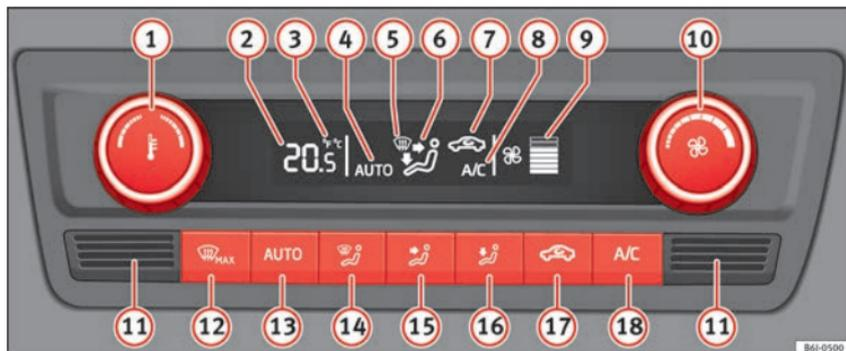

Fig. 171 Climatronic : éléments de commande.
- **A/C** **18** » » fig. 171 allumé.
Quand vous appuyez sur une touche, vous activez la fonction correspondante, allumant le climatiseur s'il était éteint, sauf avec la touche **17** » » fig. 171 (recyclage de l'air).
- Tournez la commande **10** vers la gauche jusqu'à l'extinction des segments de la colonne **9** » » fig. 171.
- Appuyez sur la touche **AUTO** **13** » » fig. 171.
Maintenez enfoncées simultanément pendant **2 secondes** les touches **AUTO** et **A/C** » » fig. 171. Les données apparaissent à l'écran dans les unités souhaitées.
- Le capteur de température intérieure **11** » » fig. 171 se trouve dans la partie inférieure. Ne le recouvrez pas d'adhésif ou autre, cela pourrait nuire au bon fonctionnement du Climatronic.
- Appuyez sur la touche **AUTO** **13** » » fig. 171, **AUTO** s'affiche à l'écran.
- En mettant le contact d'allumage, il est possible d'utiliser la commande **1** » » fig. 171 pour régler la température intérieure souhaitée.
- Appuyez sur la touche  **17** » » fig. 171, le symbole  s'affiche à l'écran.
- Appuyez sur la touche  **17** » » fig. 171, le symbole  disparaît de l'écran.
- Tournez la commande **10** » » fig. 171 vers la gauche (pour réduire la vitesse) ou vers la droite (pour augmenter la vitesse).
- Appuyez sur la touche  **12** » » fig. 171.
- Appuyez plusieurs fois sur la touche  **12** » » fig. 171, ou appuyez sur la touche .